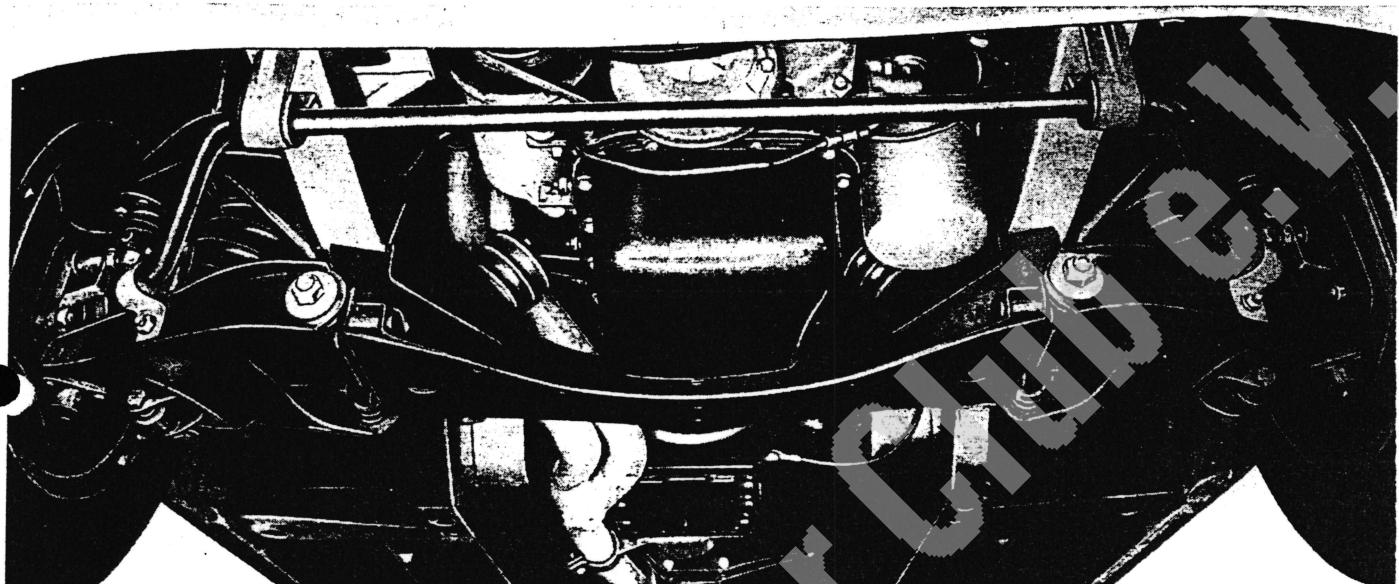

Abb. 54. - Untenansicht der vorderen Aufhängung am Wagen.
- vorne (Abb. 54) vier Schwingarmen, zwei obere und zwei untere, zwei Schraubenfedern und zwei hydraulischen, doppelt wirkenden Stoßdämpfern sowie einem Querstabilisator;